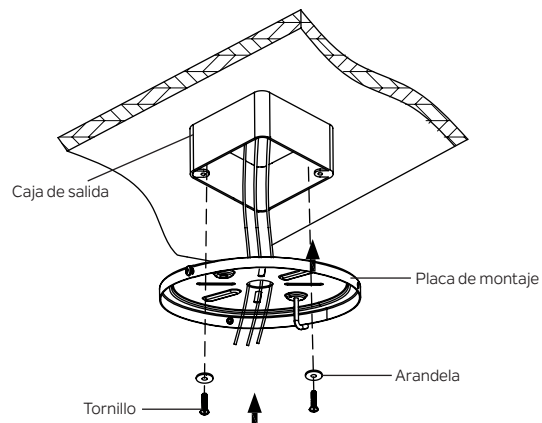

Figura 4
Paso 1. Antes de conectar el ventilador a la caja de salida (no incluida), asegúrese de que la caja de salida esté bien sujeta a al menos dos puntos de un miembro estructural del techo (una caja suelta hará que el ventilador oscile). Pase los cables de suministro de 120 voltios desde la caja de salida a través del centro de la placa de montaje. Instale la placa de montaje en la caja de salida en el techo usando los tornillos y las arandelas incluidos con la caja de salida. (Figura 4)